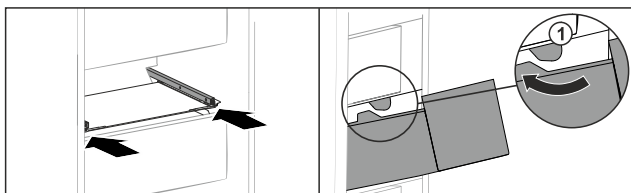

Fig. 230
- Vendoseni sirtarin mbi ndalues Fig. 230 (1).